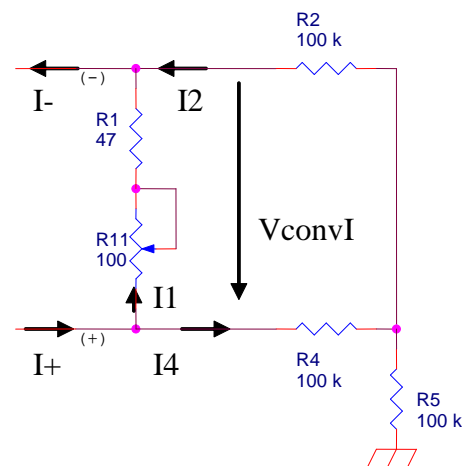

Figure 1
- Sur la figure 1, **représenter** la source de courant puis avec un crayon de couleur, **colorier** le parcours du courant.